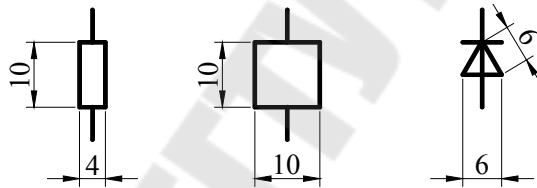

Рис. 2.1. Условные обозначения элементов электрических схем
10. Используя команду **ПЛИНИЯ**, в любом свободном месте чертежа постройте условные обозначения резистора, силового выключателя и диода (рис. 2.1).